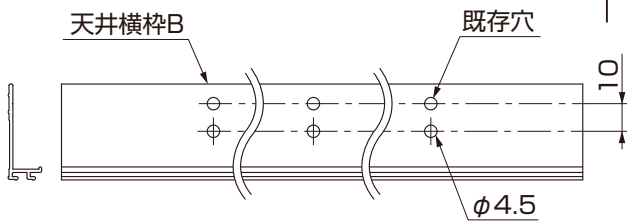
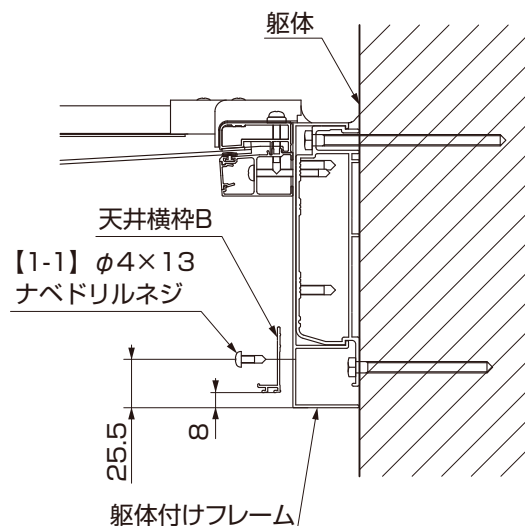

図4-2 躯体付け施工の場合の天井横枠Bの加工
図4-7 躯体付けフレーム施工の場合
- ④躯体取付けフレーム施工の場合は、天井横枠Bに $\phi 4.5$ の穴をあけ、躯体付けフレームに $\phi 3.5$ の下穴をあけて、天井横枠Bを【1-1】で取付けてください。(図4-2、図4-7参照)
- 躯体付けフレーム施工の場合は、【1-1】を手締めで取付けてください。(図4-7参照)